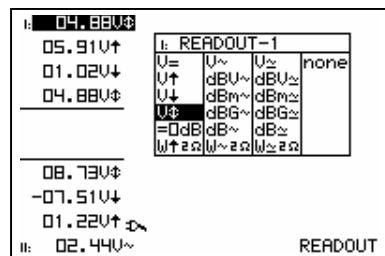

Fig 23
2. Pulse las teclas de flecha para seleccionar la función deseada para medida 1. (fig 23)